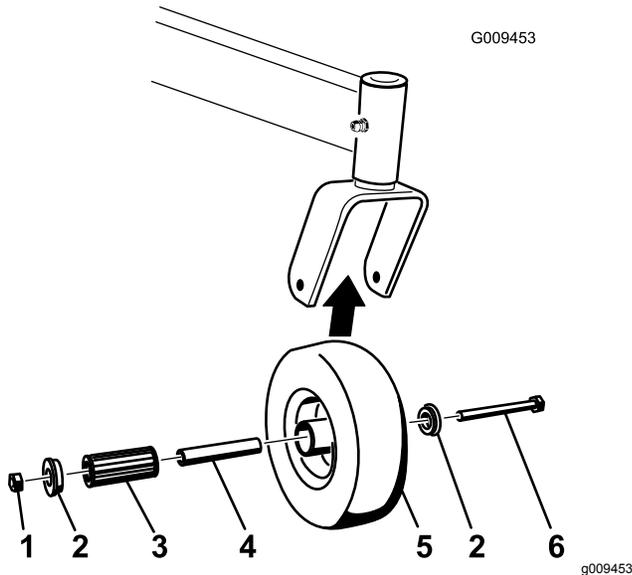

図 68
1. キャスタホイールをキャストフォークに保持しているボルトとロックナットを外す 図 68。
2. ブッシュをひとつ外し、次にスパナブッシュとローラベアリングをハブから外す 図 68。
3. ハブについているもうひとつのブッシュも外し、ハブについているグリスや汚れを除去する 図 68。
注 破損したり磨耗したりしている部品は交換する 図 68。
5. ホイールハブにブッシュを一つ入れる 図 68。
6. ローラベアリングとスパナブッシュにグリスを塗って、ホイールハブに取り付ける 図 68。
7. ハブにもうひとつのブッシュを入れる 図 68。
8. キャスタホイールをキャストフォークに取り付け、ホイールボルトとロックナットで固定する 図 68。
9. スパナブッシュがキャストフォーク内部に当たるまでロックナットを締め付ける 図 68。